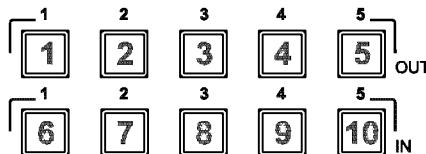

Рис. 12. Использование кнопок *IN* и *OUT* для сохранения состояний коммутатора и их воспроизведения¹
В памяти коммутатора можно сохранить десять его состояний, то есть соответствий между входами и выходами с учетом выбранного режима совместной или раздельной коммутации видео- и аудиосигнала. Для сохранения состояния в памяти и его воспроизведения из памяти используются кнопки задания номера входов и выходов *IN* и *OUT* (рис. 12).
¹ Серые цифры 1-10 на рис. 12 служат только для иллюстрации соответствия кнопок и номеров ячеек памяти, и реально на кнопки прибора не нанесены.
2. Нажмите кнопку групп *IN* или *OUT*, номер которой (см. рис. 12) соответствует номеру ячейки, в которой должно быть сохранено текущее состояние. При работе в режиме CONFIRM для подтверждения нажмите на мигающую кнопку *TAKE*.
2. Нажмите ту кнопку групп *IN* или *OUT*, номер которой (см. рис. 12) соответствует номеру ячейки, в которую записано нужное состояние коммутатора. При работе в режиме CONFIRM воспроизводимое из памяти состояние (соответствие между входами и выходами) будет отображаться на мигающем семисегментном индикаторе. Кнопки *RCL* и *TAKE* также будут мигать. Изменение состояния коммутатора произойдет только после подтверждения (нажатия на кнопку *TAKE*).
2. Нажмите кнопку групп *IN* или *OUT*, соответствующую номеру очищаемой ячейки памяти (рис. 12).